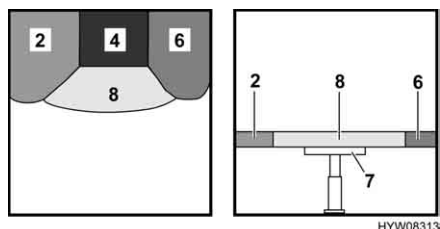

Fig. 59 Dopo la trasformazione
- Posizionare il cuscino aggiuntivo (Fig. 59, 8) sopra il tavolo (Fig. 59, 7) davanti ai cuscini del divano (Fig. 59, 2, 4 e 6).